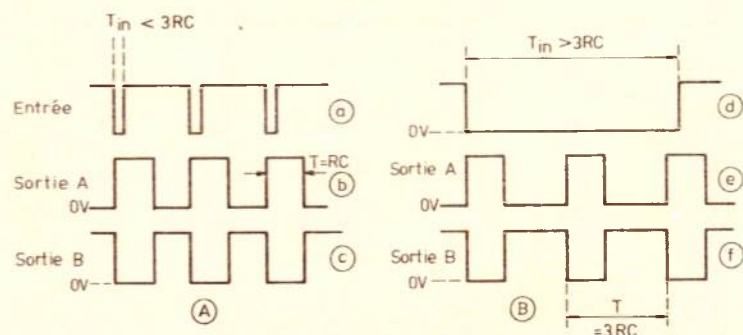

Figure 2
Cela est indiqué à la **figure 2**.
À la **figure 2 (B)** on indique la forme des signaux lorsque la mise au niveau bas (ou zéro) du point 5 dure plus que $3RC$. C'est le fonctionnement en multivibrateur astable, tant que T_{in} n'est pas arrêté par un passage au niveau haut. Comme précédemment lorsque la tension d'entrée passe au niveau zéro, le signal A passe au niveau 1 et le signal B au niveau zéro.
Le signal B aura une période de 600 ms, une alternance positive de 500 ms. Si l'on examine les signaux de (B) **figure 2** et si $T_{in} = 10 RC$ par exemple, soit $1000 \text{ ms} = 1 \text{ s}$, la période des signaux A et B est $3R_1 C_1 = 300 \text{ ms}$. Il y aura par conséquent, durant une seconde, trois périodes de 300 ms, plus une fraction de 100 ms de la période suivante. Il est possible d'obtenir un signal à double périodicité, en choisissant des rapports entiers.